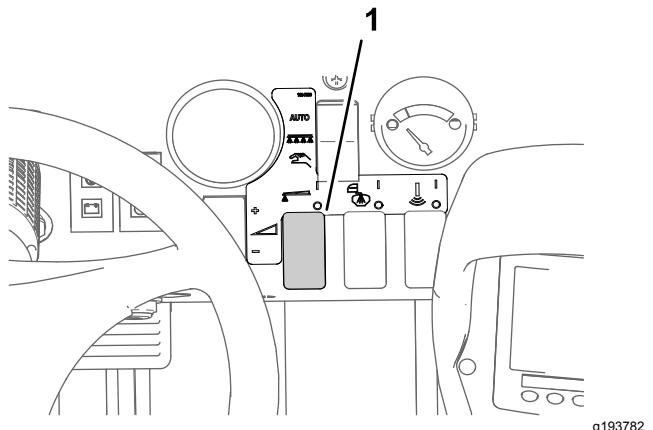

Figura 39
- Utilizzate l'interruttore del volume di applicazione per ottenere la pressione di irrorazione desiderata come indicato nella guida di selezione degli ugelli fornita con l'irroratrice (Figura 39).